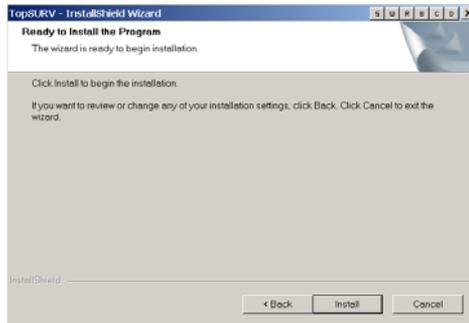

Abbildung 1-5. Auswählen des Geräts
5. Klicken Sie zum Starten auf **Installieren** (Abbildung 1-5 auf Seite 1-5).